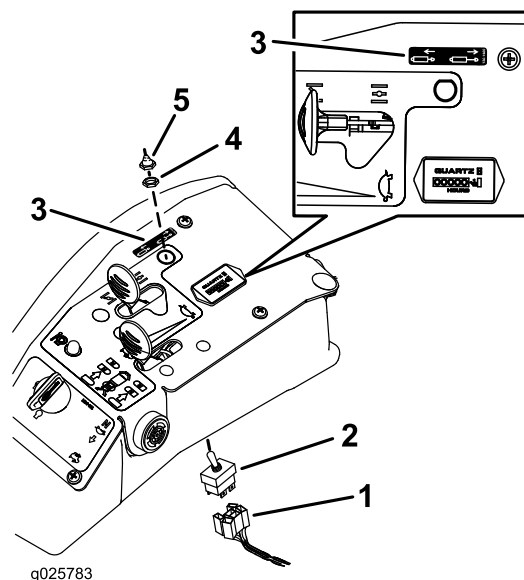

Figure 15
- D. Insérez l'interrupteur à bascule par dessous dans l'ouverture de la console (Figure 15).
- M. Décollez la pellicule protectrice au dos de l'autocollant pour exposer la surface adhésive, puis collez l'autocollant sur une surface propre et sèche près de l'interrupteur à bascule, et aplatissez-le pour éliminer les bulles d'air (Figure 15).